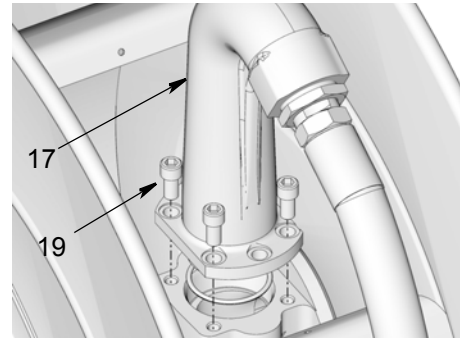

FIG. 36
6. Rebranchez la sortie (17) sur la bobine. Remplacez les boulons (19) et vissez-les fortement. Serrez les boulons à un couple entre 32,54 et 40,67 N•m (24 et 30 pi-lb) (FIG. 36).